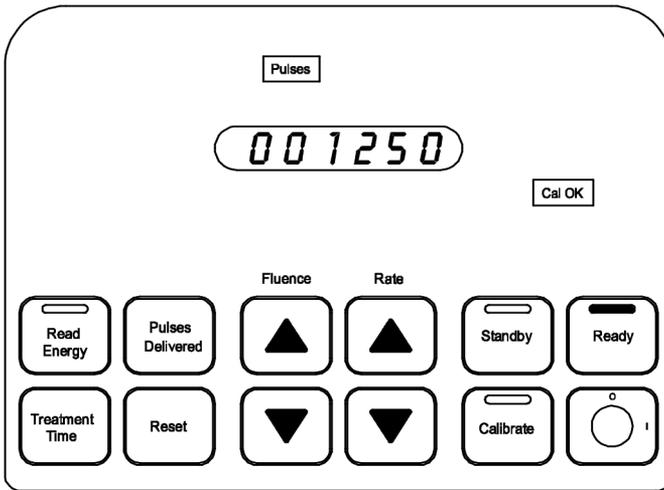

Figura 12
9. Mientras el sistema de láser excimérico opera el láser, se acumula la cantidad de pulsos emitidos durante un procedimiento. Para recuperar la cantidad total de pulsos emitidos, detenga la operación del láser y presione el botón **Pulses Delivered**. El conteo aparece en la ventana de visualización. (Figura 12)